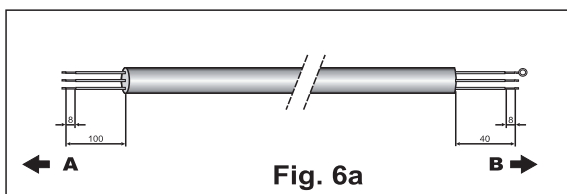

Fig. 6a
3. Preparare le estremità del cavo per l'ingresso dell'alimentazione e per i cavi tra unità interne ed esterne, come mostrato rispettivamente nelle figure 6a e 6b.